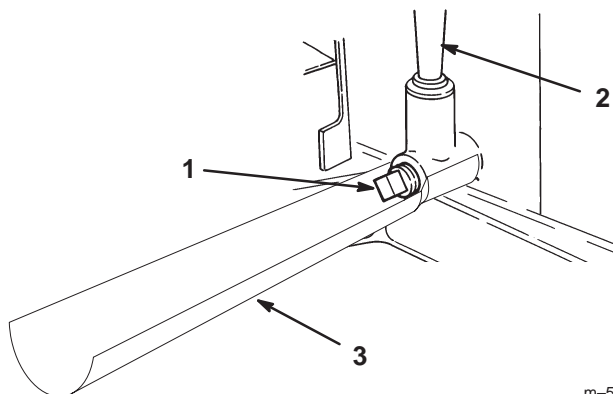

Bild 15
4. Schieben Sie einen Ablassstrichter unter das Ölpeilstab-/Einfüllrohr (Bild 15).
5. Stellen Sie ein Auffanggefäß unter den Ablassstrichter und entfernen Sie die Ablassschraube (Bild 15).